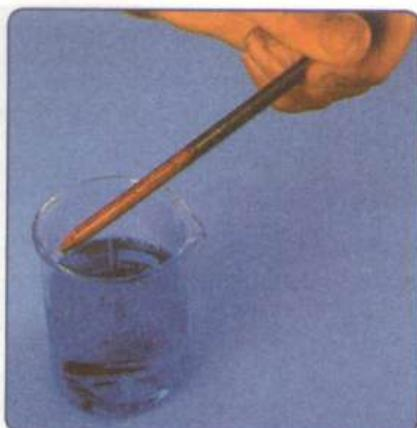

Рис. 50. Реакция замещения меди железом
3. Металлы, стоящие в ряду напряжений до металла соли, вытесняют его из раствора соли (рис. 50):